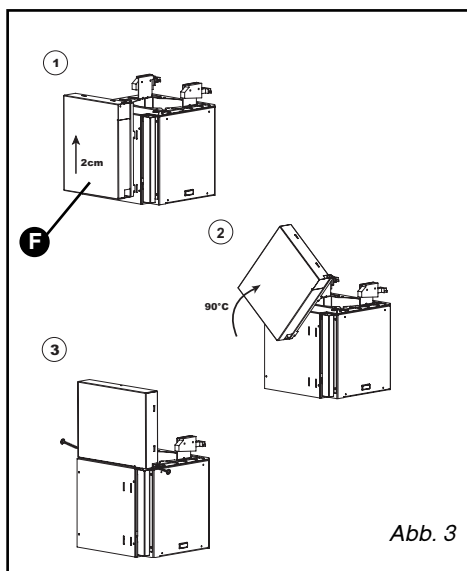

Abb. 3
– Klebeband des Komponentenkastens entfernen (F/Abb. 3).
– Kasten etwa 2 cm anheben, dann aus der Arretierung ziehen, um 90 Grad drehen, schieben und mit den 2 Schrauben auf der Oberseite des Motors befestigen (Abb. 3).